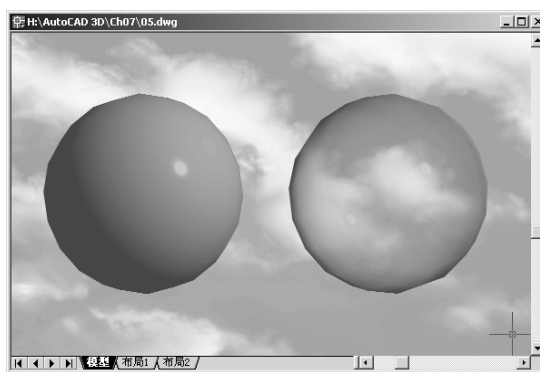

图 6-27 材质的透明度
(3) 材质的透明度：材质的透明度是可以控制光线穿过物体表面的程度。对于使用了透明材质的物体，在渲染时可以使光线穿过该物体，此时可以显示出该物体后面的对象。通过调整材质的透明度，可以控制物体的透明程度。例如，图 6-27 中左侧球体使用了不透明的材质，而右侧的球体使用透明材质。